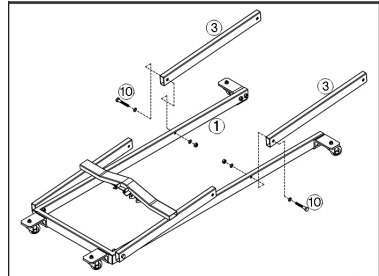

FIGURE 3.
10. Placez les deux bras pivotants (No 3) au centre du cadre, sur l'extérieur (Fig. 3).
12. Alignez le trou de boulon sur l'extrémité ouverte de chaque bras pivotant avec le trou de boulon central. Insérez un boulon M10 x 65 dans le bras pivotant, puis dans le cadre. Glissez une autre rondelle (No 10) sur le boulon et fixez au moyen d'un écrou M10 (No 10). Répétez de l'autre côté (Fig. 3).